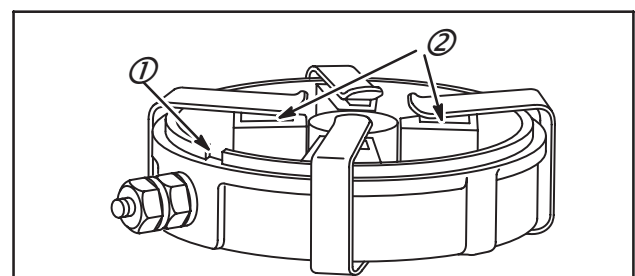

Fig. 84
1. Placer les balais (2) dans leurs logements respectifs et les maintenir dans cette position grâce aux ressorts pour balais, Fig. 84.
2. Glisser le rotor dans le corps de démarreur, s'assurer que l'encoche d'alignement (1) est en face du téton moulé dans le corps de démarreur, Fig. 84.